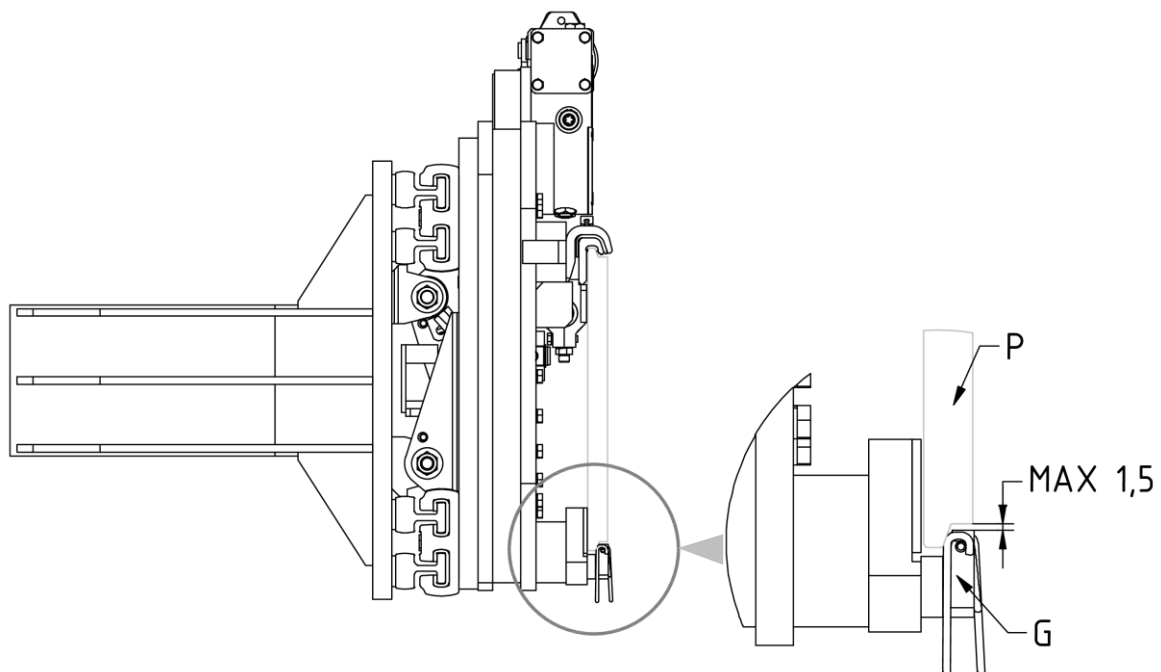

Abbildung 9
8. Schrauben Sie die 2 unteren Haken **G** so an, dass ihr Körper auch unterhalb der Trägerplatte der Gabel **P** eingehängt bleibt (mit einem Spiel von max. 1,5 mm, siehe Detail *Abbildung 9*) und ziehen Sie sie mit dem in der *Tabelle 4* genannten Anzugsmoment an.